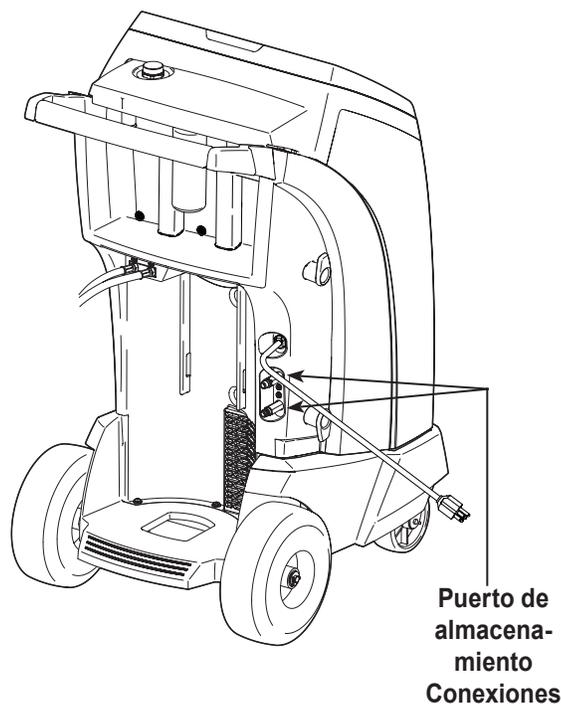

Figura 3
2. Conecte las mangueras de servicio a las conexiones del puerto de almacenamiento de la máquina, como se muestra en la Figura 3.
2. Si el sistema no tiene un compresor eléctrico con aceite POE, seleccione **X** continuar. Si el sistema tiene un compresor eléctrico con aceite POE, seleccione **✓** para eliminar todo el aceite residual de las mangueras. El usuario se le pedirá a “Conectar las mangueras de servicio a los puertos de almacenamiento y válvulas de conexión abiertos.” Ver “Figura 3” en la página 19. Si continúa, se iniciará el proceso de lavado de las mangueras. Una vez terminado, seleccione **▶▶** para continuar a través del proceso de cambio.